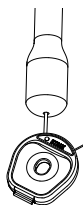
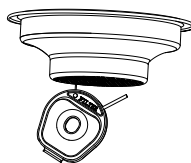

Fig. 9: Rengør damprøret (6) med den tykkere nål.
Fig. 10: Rengør filtrene (13, 14) med en tyndere nål.
Rensenålen (17) bruges til at rense damprøret og filtrene. Den tykkere nål er til at rense damprøret (Fig. 9) og den tyndere nål er til filtre (Fig. 10).